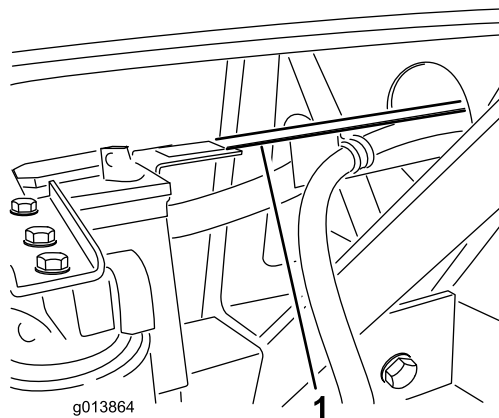

図 10
5. ホースガイドが、バッテリーレイの垂直の足から出ているタブの上に載るようにする 図 10。もしホースガイドの中のホースがバッテリーレイのタブの穴に合わない場合には、ホースガイドの長さを調整してみるホースガイドを油圧タンクのブラケットに固定しているボルトをゆるめて、ホースガイドを前後に移動させる。
6. ホースガイドをバッテリーレイのタブに取り付けるボルト  $\frac{1}{4}" \times \frac{3}{4}"$  2本、フランジロックナットを使用する 図 10。